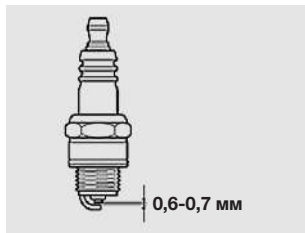

Рис. 47
6. Проверьте зазор свечи зажигания. Он должен быть 0,6-0,7 мм (рис. 47).